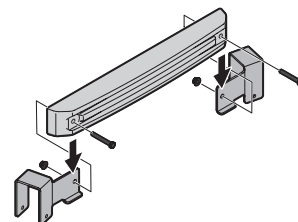

Figure 37
- Fixez les supports gauche et droit sur le contrepoids avec 2 boulons de 2 1/2 po (710-0859) et 2 écrous autobloquants de 3/8 po (712-04065) du kit de quincaillerie (689-02200). Voir Figure 37.